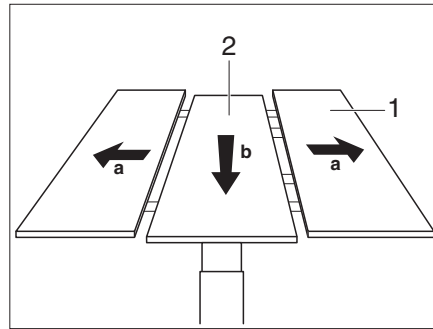

Fig. 97 Subir la parte central
- Separar las partes externas (Fig. 97,1) de la mesa.
- Empujar con fuerza la parte central (Fig. 97,2) de la mesa hacia abajo. La parte central se presiona por la fuerza de resorte hacia arriba.
- Empujar con fuerza la parte central (Fig. 97,2) de la mesa hacia abajo. La parte central se engatilla en la posición inferior.